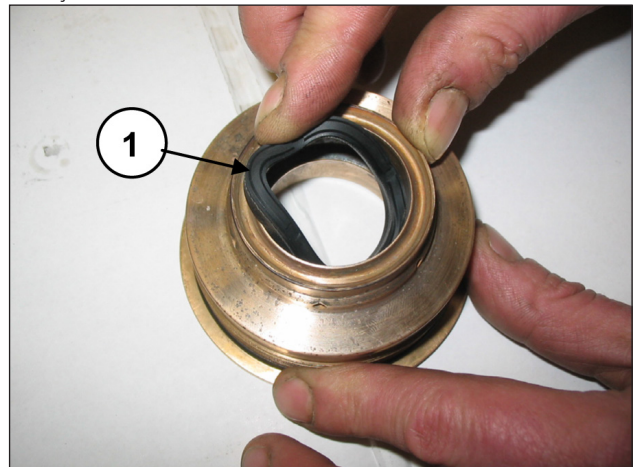

Fig. 149
Insira os forros de baixa pressão no suporte do forro (pos. ①, Fig. 149) prestando atenção para o sentido da montagem, que fornece a borda de vedação para a frente (na direção do cabeçote).